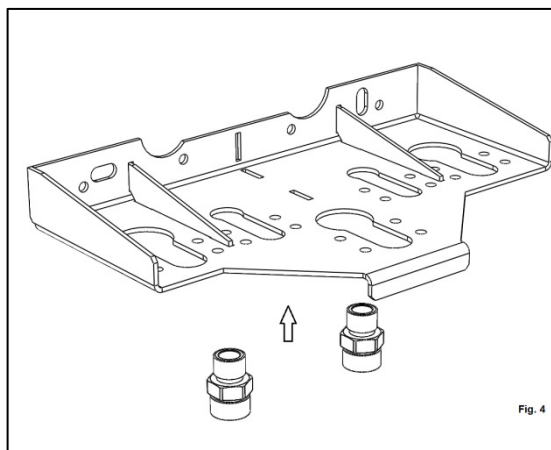
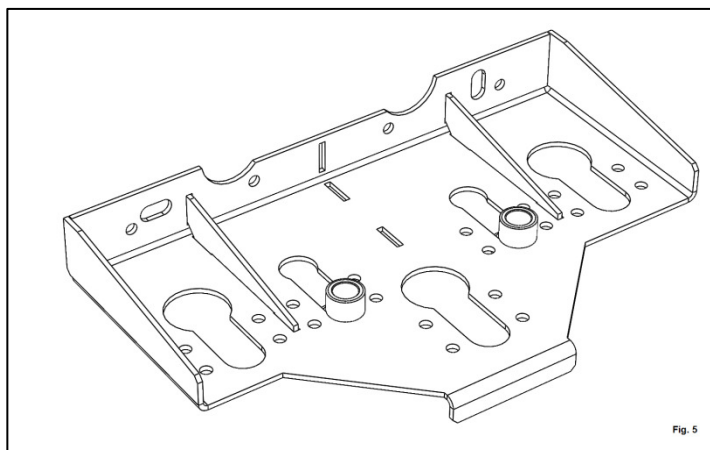

Fig. 4
Fig. 5
4. Se pozitioneaza racordurile E, pe placa P , in pozitia indicata in Fig. 5, prin introducerea tronsonului superior in gaurile din placa (Fig. 4), si deplasarea de-a lungul decuparii.